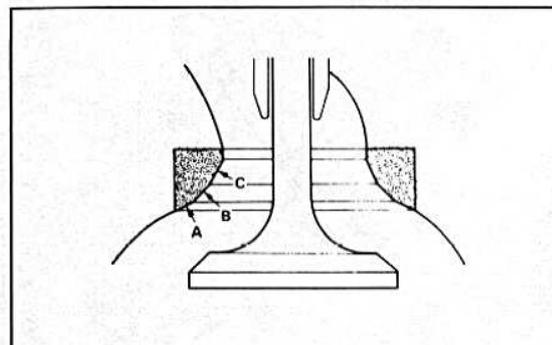

Bild 139
- Mit dem 60°-Drehwerkzeug die Sitzbreite wie obenstehend vorgeschrieben erstellen (Bild 139).